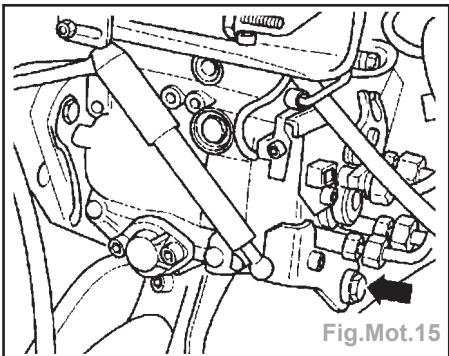

Fig.Mot.15
- Dévisser la vis de fixation du support arrière (flèche) (Fig.Mot.15).